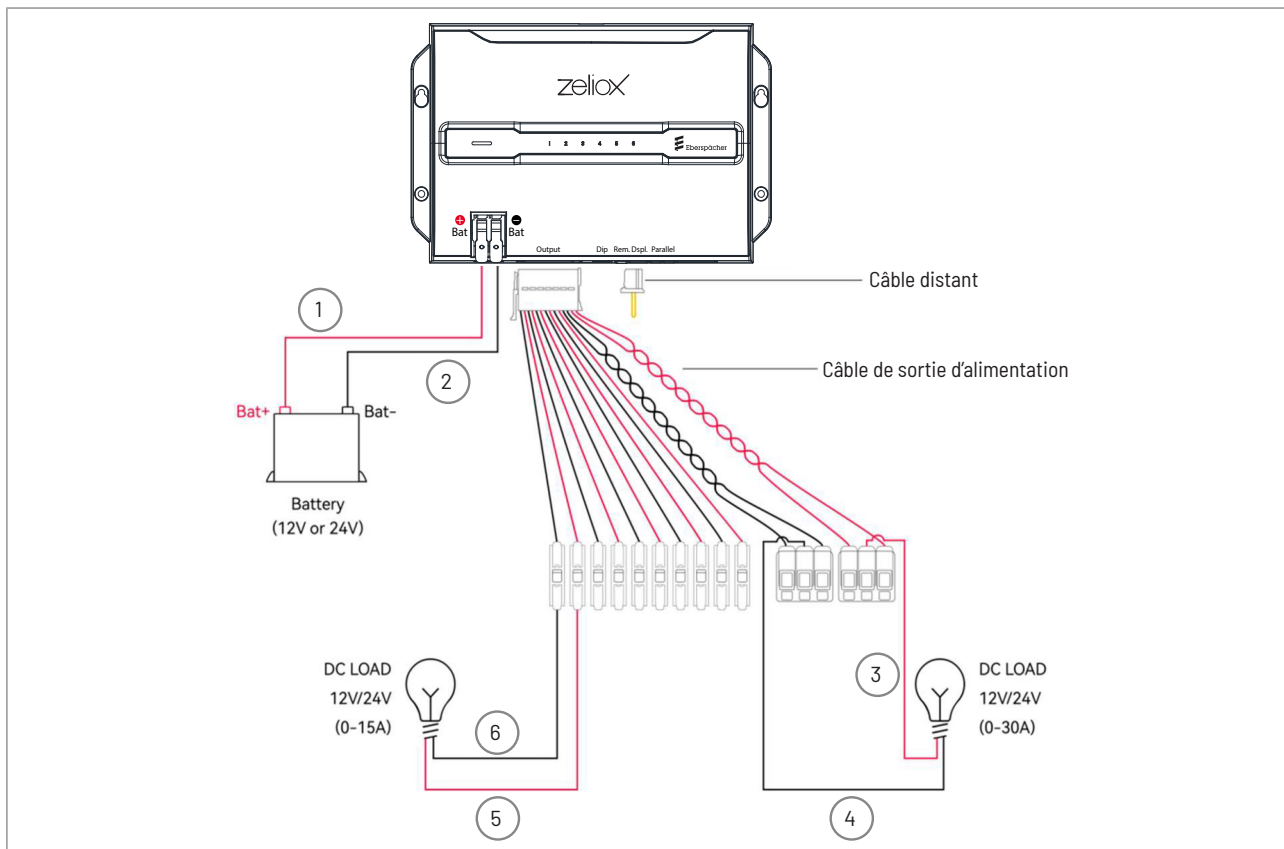

Figure 3: Câblage unique
- > Retirez le bouchon anti-poussière de la borne d'entrée, raccordez BAT- à la borne négative de la batterie, et raccordez BAT+ à la borne positive de la batterie. Veuillez consulter Figure 3.
- > Raccordez la Sortie- à la charge CC-, et raccordez la sortie+ à la Charge CC+ Veuillez consulter Figure 3.